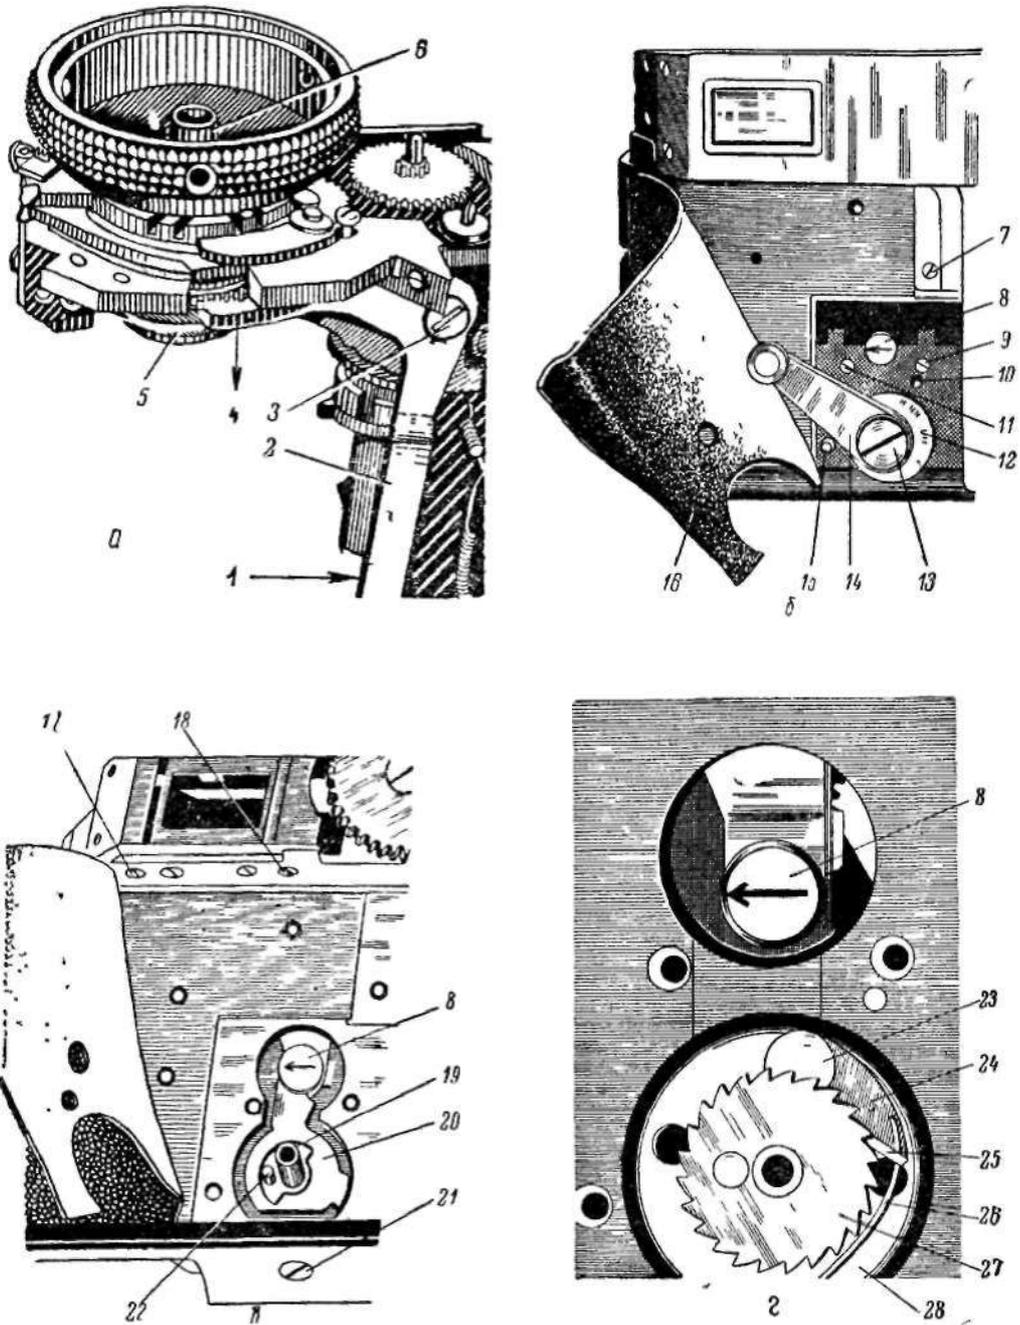

Рис. 93. Устройство автоспуска:
Автоспуск фотоаппарата «Киев-4» укреплен на корпусе фотоаппарата отдельно от затвора. Он соединен со спусковым механизмом затвора при помощи рычага 2 (рис. 93,а). При нажиме спусковой оси 6 фланец 5 опускается, и затвор срабатывает. Рычаг 2, соединенный с автоспуском, действует в том же направлении, что и спусковая ось 6. Автоспуск при срабатывании нажимает на рычаг 2 в направлении стрелки 1. Развернувшись вокруг винта-оси 3, противоположный конец рычага опускает фланец 5, действуя в направлении стрелки 4. Рычаг 2 укреплен на корпусе затвора винтом 3 с левой резьбой.
Для того чтобы снять автоспуск с корпуса фотоаппарата, нужно отклеить кожу на лицевой стороне корпуса, как это видно на рис. 93, б, и отвинтить два винта 9 и 11, упорный винт 10, ограничительный винт 15 и винт 13, которым закреплен заводной рычаг 14 автоспуска,
2. Рычаг автоспуска 14 упирается в ограничительный винт 10 на корпусе фотоаппарата раньше, чем отключится пусковая кнопка 8 (рис. 93, б)	Подпилить кулачок на заводном рычаге автоспуска в том месте, где он захватывает штифт 22 (рис 93, в), восстановив этим зазор между заводным рычагом и ограничительным винтом
После регулировки дальногомера нужно очень внимательно отнестись к закреплению винта 15, так как завинчивая его, легко сбить достигнутую установку. Поэтому, после того как винт 15 затянут до отказа, необходимо вновь проверить точность установки на «бесконечность». Затем проверяют правильность показаний дальногомера при наводке на расстояние 1 м. Если показания дальногомера не сходятся с заранее отмеренным расстоянием, необходимо весь компенсатор переместить в соответствующую сторону. Для этого нужно снять передний щиток, который закреплен винтом 7 (рис. 93,б), находящимся под кожаной обклейкой 16, и шестью декоративными винтами. Отпустив на один оборот винты 17 и 18 (рис. 93,е), можно продвинуть компенсатор вправо или влево.